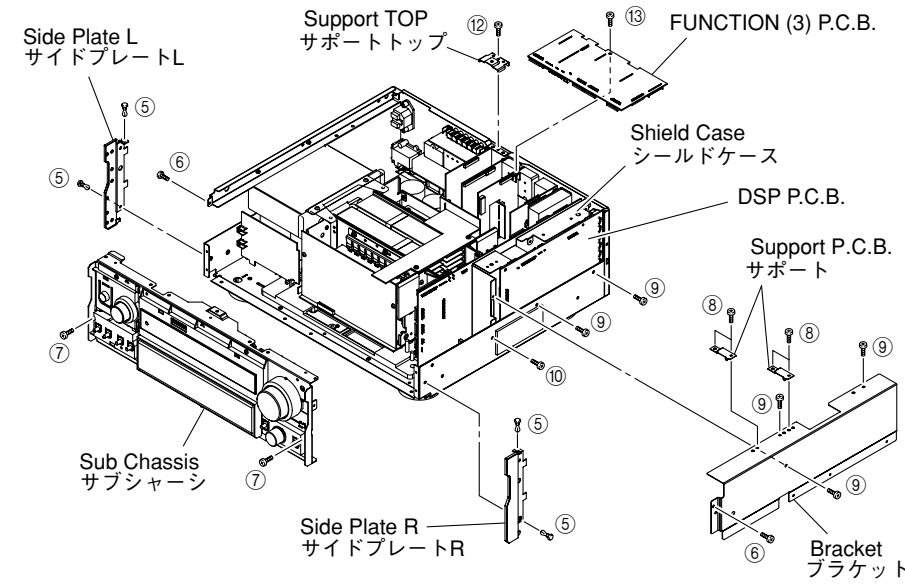

Fig. 2
- a. Remove 4 push rivets (⑤) and then remove the Side Plates L/R. (Fig. 2)
- b. Remove 2 screws (⑥) and 2 screws (⑦). (Fig. 2)
- d. Remove the Sub Chassis forward. (Fig. 2)
- a. Remove 4 screws (⑧) and then remove the 2 Support P.C.B.s. (Fig. 2)
- b. Remove 5 screws (⑨) and then remove the Bracket. (Fig. 2)
- c. Remove 1 screw (⑩). (Fig. 2)
- f. Remove the DSP P.C.B. and Shield Case upward. (Fig. 2)
- a. ⑤のプッシュリベット4本を外し、サイドプレートL/Rを取り外します。(Fig. 2)
- b. ⑥のネジ2本、⑦のネジ2本を外します。(Fig. 2)
- d. サブシャーシを前方に取り外します。(Fig. 2)
- a. ⑧のネジ4本を外し、サポートP.C.B.2個を取り外します。(Fig. 2)
- b. ⑨のネジ5本を外し、ブラケットを取り外します。(Fig. 2)
- c. ⑩のネジ1本を外します。(Fig. 2)
- f. DSP P.C.B.とシールドケースを上方に取り外します。(Fig. 2)
**5. Removal of FUNCTION (3) P.C.B.**
- a. Remove 1 screw (12) and then remove the Support Top. (Fig. 2)
- b. Remove 1 screw (13).
- d. Remove the FUNCTION (3) P.C.B. which is connected directly to the lower P.C.B. with connectors. (Fig. 2)
**5. FUNCTION (3) P.C.B.の外し方**
- a. ⑫のネジ1本を外し、サポートトップを外します。(Fig. 2)
- d. FUNCTION(3)P.C.B.を取り外します。但し、FUNCTION(3)P.C.B.は、下方のP.C.B.と直接コネクター接続されています。(Fig. 2)